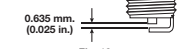

Fig. 18
3. Remplacez toute bougie fendillée, encrassée ou sale. Réglez l'écartement à **0,635 mm (0,025 po.)** à l'aide d'une jauge d'épaisseur (Fig. 18).